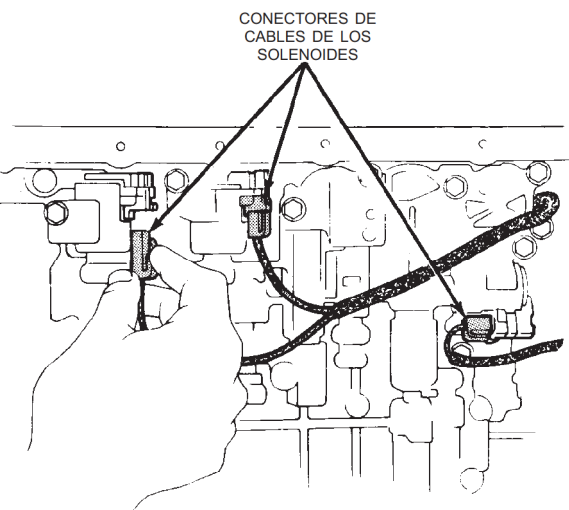

Fig. 48 Conectores de cables de solenoides
(4) Desconecte el conector del cable del solenoide (Fig. 48).
(5) Si se van a retirar todos los solenoides, marque o codifique los cables como referencia para el ensamble antes de desconectarlos.